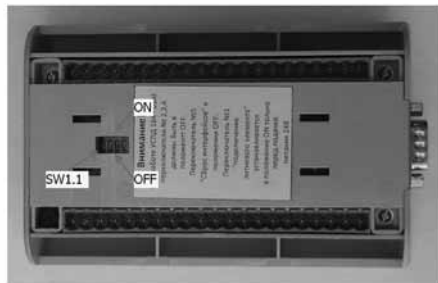

Рисунок 1 Расположение органов управления УСПД
4.5.3 Для управления режимами работы УСПД имеет DIP-переключатель SW1, расположенный под корпусом (см. рисунок 1). Назначение движков переключателя (указано также маркировкой на корпусе УСПД):
6.3.4 Непосредственно перед установкой УСПД на колодку подключить литиевый элемент питания встроенных часов реального времени – перевести DIP-переключатель SW1.1 (см. рисунок 1) в положение «ON». Движки остальных переключателей должны быть установлены в положение «OFF».
фейсов, установить движок DIP-переключателя SW1.5 (см. рисунок 1) в положение «ON».
**ВНИМАНИЕ!** После параметрирования УСПД и сохранения всех параметров в энергонезависимой памяти движок DIP-переключателя SW1.5 (см. рисунок 1) должен быть переведен в положение «OFF».